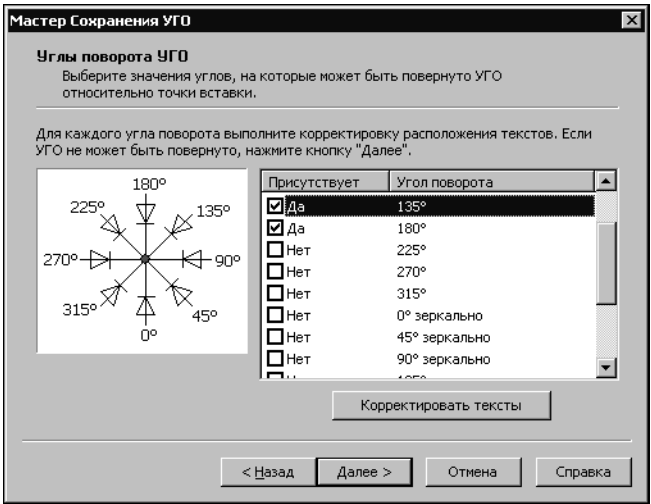

Рис. 11.9. Выбор значений углов поворота УГО
- Откроется следующее окно (рис. 11.9). В этом окне можно выбрать значения углов, на которые УГО может быть повернуто при вставке на схему. Если УГО применяется только в исходном положении, нажмите кнопку **Далее**.